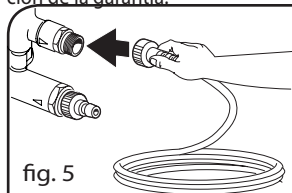

fig. 5
1. Conectar el tubo de alta presión a la salida de alta presión de la máquina (fig. 5).